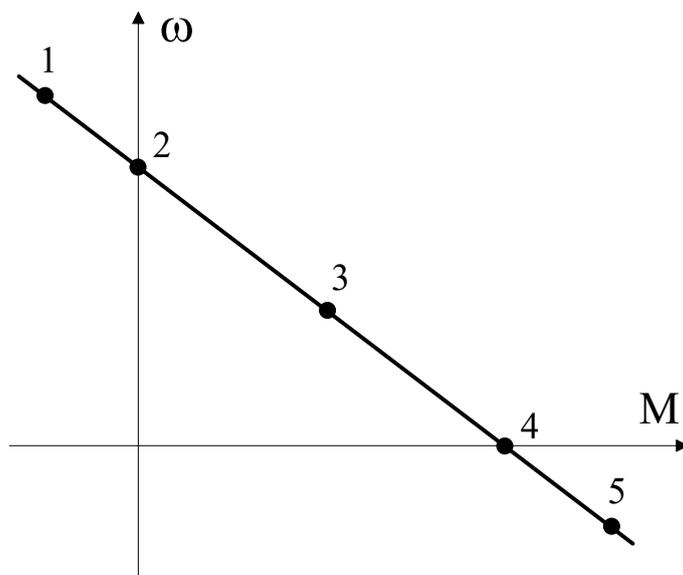

Рис. 2.1. Механическая характеристика ДПТ НВ
10. Изобразите диаграммы потоков энергии и составьте баланс мощностей для ДПТ НВ при работе в точках 1, 2, 3, 4, 5 на характеристике, представленной на рис. 2.1.